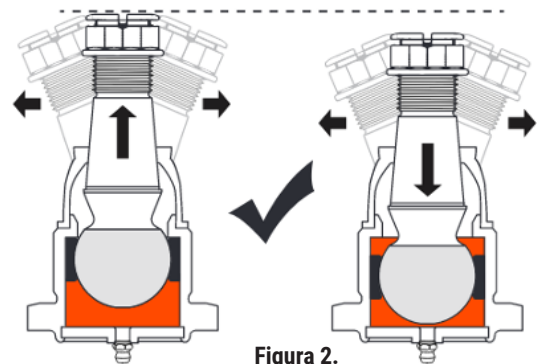

Figura 2.
- La junta esférica delantera superior TTX de Mevotech permite un movimiento deslizante y de oscilación entre el perno y la carcasa para compensar la variación en el conjunto del eje. Esto es la operación normal. **Vea la Figura 2.**